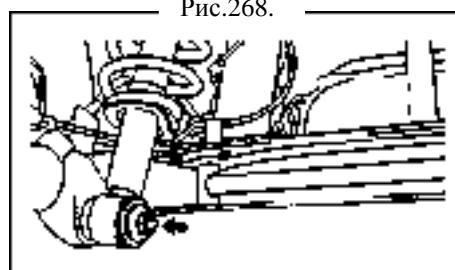

Рис.268.
- (а) Установите заднюю левую стойку и прокладку и временно заблокируйте гайки (рис.268).